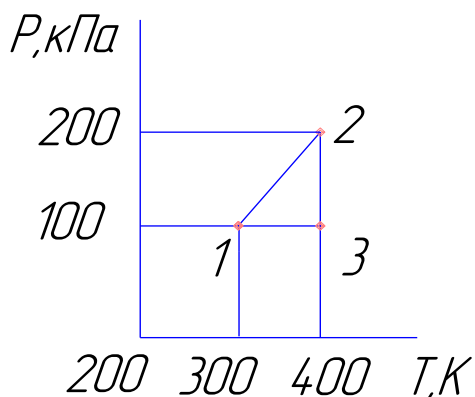

Рис.1
4. На P T -диаграмме изображен замкнутый процесс, который совершает некоторая масса кислорода (рис.1). Известно, что максимальный объем, который занимал газ в этом процессе, $V_{\max}=16,4$ дм^3 . Определить массу газа и его объем в точке 1. Значения T_1 , T_2 , P_1 и P_2 указаны на рисунке.